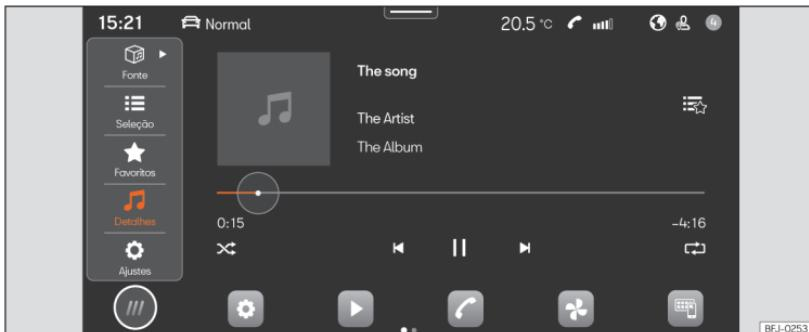

Fig. 161 Esquema: Vista Multimédia.
- Pressione HOME > ▶ > Fig. 161.